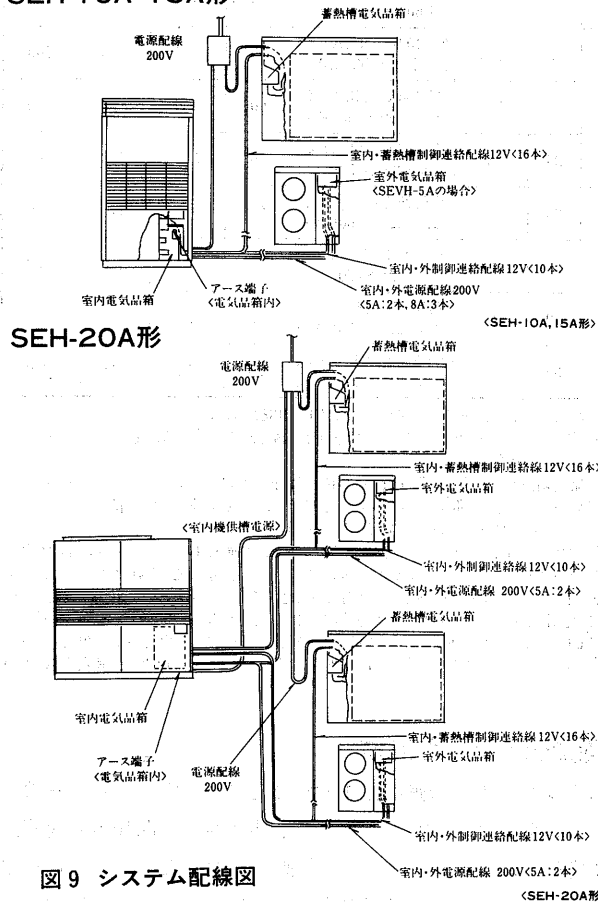
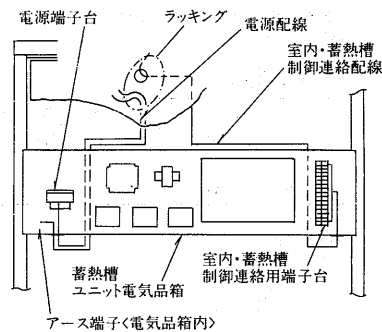

図9 システム配線図
図12 蓄熱槽ユニット配線図 <SETH形>
- 室内・蓄熱槽ユニットの電気品箱の中にある端子台に図9～図12のように配線してください。なお、室内・蓄熱槽連絡線の配線接続は、各ユニットのサイドパネル貼付の電気配線図を参照してください。